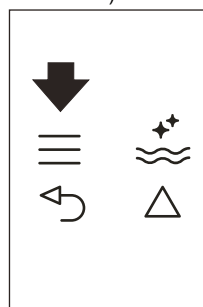
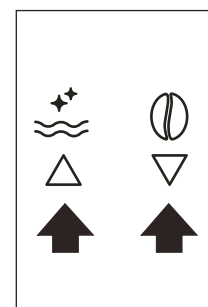

Fig. 22
Fig. 9
- ▶ Prima o ícone ≡ (B2) para aceder ao menu (Fig. 22). Prima os ícones △ ▽ (B7) e (B8) (Fig. 9) até aparecer "PROGRAM COFFEE" (PROGRAMAR CAFÉ).